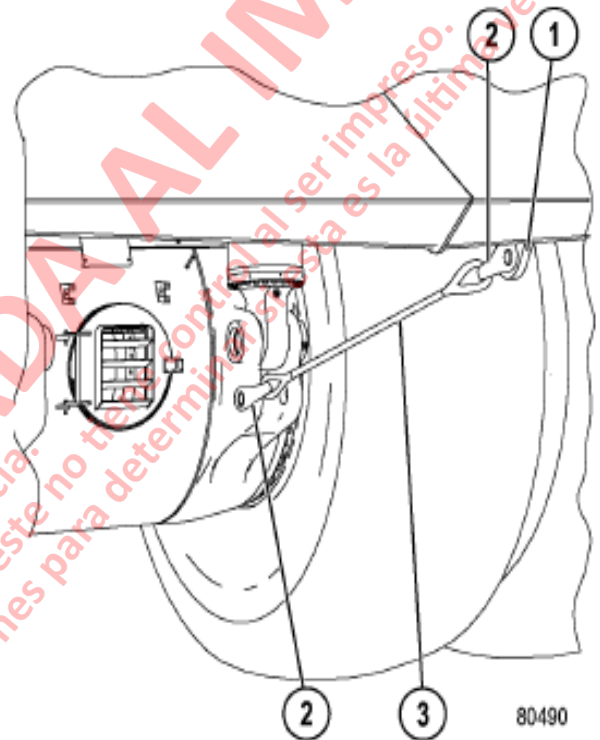

FIGURA 3-1. INSTALACION DE ESLINGA RETENEDORA DE LA TOLVA
2. Instale dos grilletes (2, figura 3-1) y la eslinga de retención de tolva (3) entre la oreja de la tolva trasera (1) y la caja del eje.